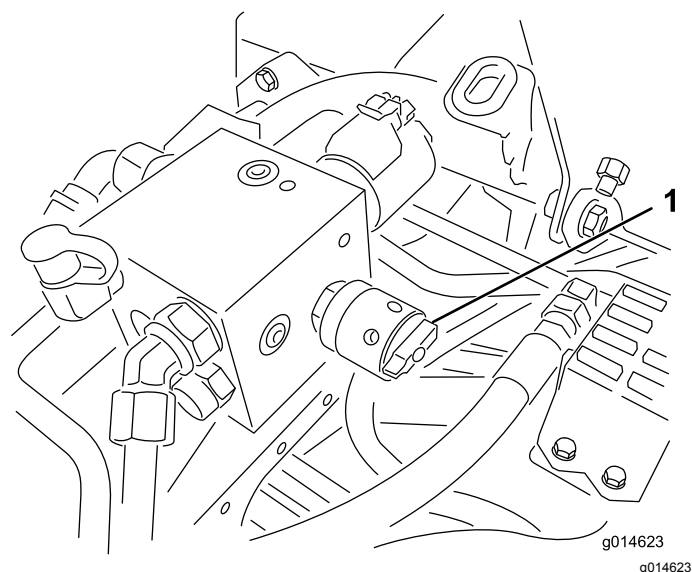

Figure 52
4. Pour régler la vitesse des cylindres, tournez le bouton (Figure 52) jusqu'à ce que les flèches soient en face de la valeur déterminée à l'opération 3.